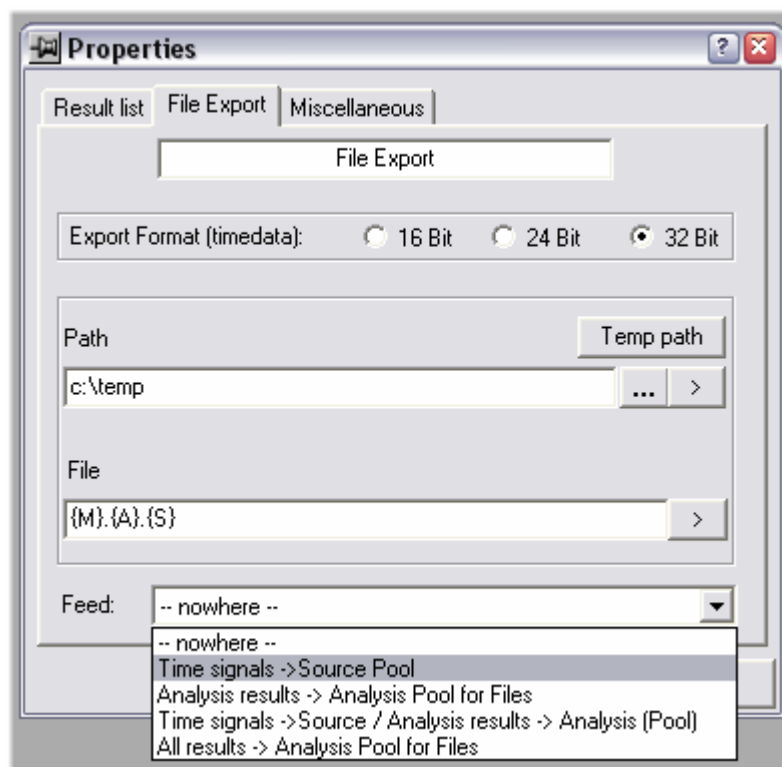

Figure 4 : Page de propriétés de l'élément d'export vers fichier
L'option « Ajouter voies tachy » (en anglais, « Add Speed Channels ») située dans la zone des statistiques d'ArtemiS sert à convertir une voie d'impulsions numérique. Pour sauvegarder un fichier de bruit avec la voie supplémentaire, il est nécessaire d'insérer un élément d'export vers fichier (en anglais, « File Export ») dans la zone des destinations. La fonction « Insérer: Signaux temporels -> Zone des données » (en anglais, « Feed: Time Signals -> Source Pool », voir figure 4) pouvant être activée sur la page de propriétés de l'export vers fichier, permet de réinsérer directement le signal temporel exporté avec la voie analogique supplémentaire dans la zone des données.
4. Ouvrir le menu contextuel en cliquant à droite sur le champ situé en haut à gauche du tableau (voir figure 4). Sélectionner dans ce menu l'option « Nouvelle voie virtuelle d'impulsions » (en anglais, « New Digital Channel »).